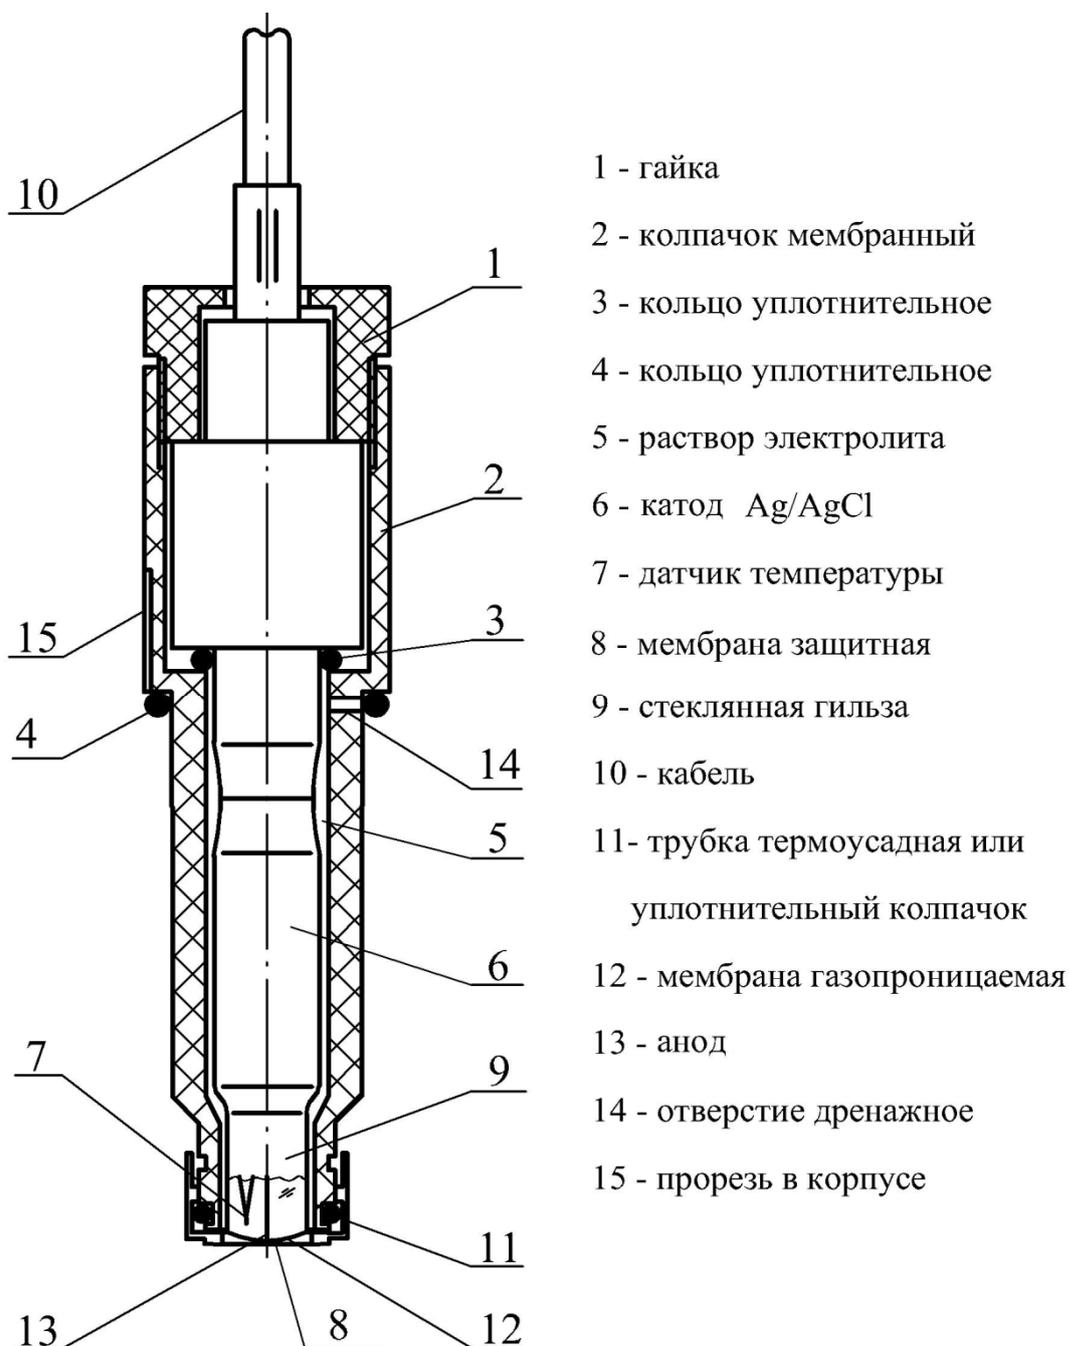

Рис. 4.2. Внешний вид АСрН2-01, АСрН2-02, АСрН2-03 и АСрН2-04.
2. Возьмите электродный ансамбль и медленно вставьте его в мембранный колпачок в вертикальном положении. Избыток раствора электролита должен выступить через дренажное отверстие 14 (см. рис.4.2).
В данных конструкциях электродная система АС герметизируется с помощью кольца 4 (см. рис. 4.2), установленного на боковой поверхности мембранного колпачка 2. При закручивании гайки (см. рис. 3.10) резиновое кольцо 4 (см. рис. 4.2) перекрывает дренажное отверстие 14 в корпусе АС. Для крепления измерительных камер на щите или «по месту» предусмотрен специальный держатель, входящий в комплект поставки. Присоединительные штуцера рассчитаны на подводящие трубки из ПВХ с внутренним диаметром 6 мм. На линии входа может устанавливаться фильтр, защищающий АС от твердых частиц присутствующих в анализируемой жидкости или газе.
6.6. При работе с амперометрическим сенсором следует соблюдать осторожность, оберегая стеклянную гильзу от ударов. При длительном хранении амперометрического сенсора в нерабочем состоянии (более 6 месяцев) необходимо слить раствор электролита, промыть корпус сенсора дистиллированной водой и одеть его на амперометрический сенсор (см. п. 3.7). При установке амперометрического сенсора в измерительную камеру необходимо проверить наличие герметизирующего кольца 4 и уплотнительного колпачка 11 (см. рис. 4.2).
6.7. При работе и межрегламентном обслуживании АС не допускается прикладывать механические усилия к кабелю АС. При работе или длительном хранении АС с раствором электролита (более 1 года) могут возникнуть трудности с разборкой АС из-за высыхания раствора электролита и кристаллизации солей в корпусе АС. В этом случае открутите гайку 1 (см. рис. 4.2) и с помощью шприца залейте 1 мл дистиллированной воды в верхнюю часть корпуса 2. Через 2 – 6 часов амперометрический сенсор можно достать из корпуса, не прикладывая особых усилий.